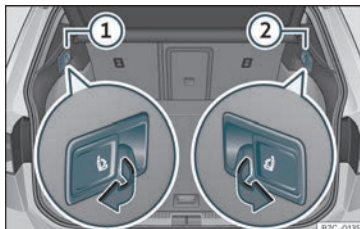

Fig. 103 No maleteiro: pancas para desbloqueio a distancia das partes esquerda ① e dereita ② do respaldo traseiro.
- Tire da panca de desbloqueio >>> fig. 103 da parte do respaldo que desexe abater.